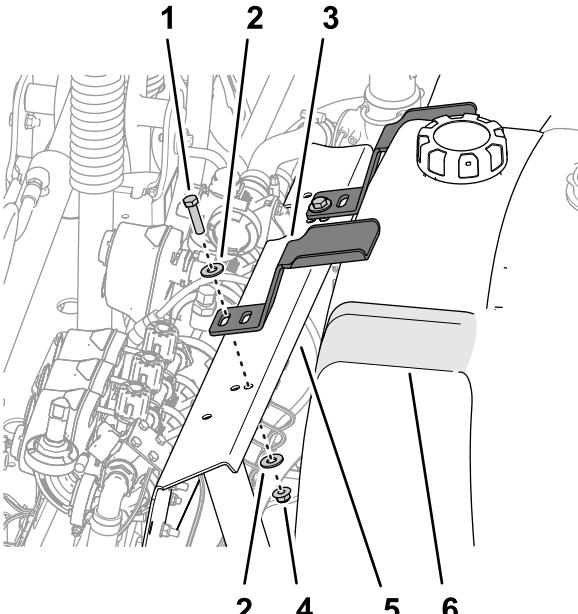

Figura 14
- Alinee la pletina de sujeción con el hueco de la parte superior del depósito de enjuague (Figura 14).
- Alinee la ranura de la pletina de sujeción con el taladro del panel de montaje de las válvulas (Figura 14).
- Repita los pasos 2 a 4 con la otra pletina de sujeción en el otro hueco del depósito de enjuague (Figura 14).